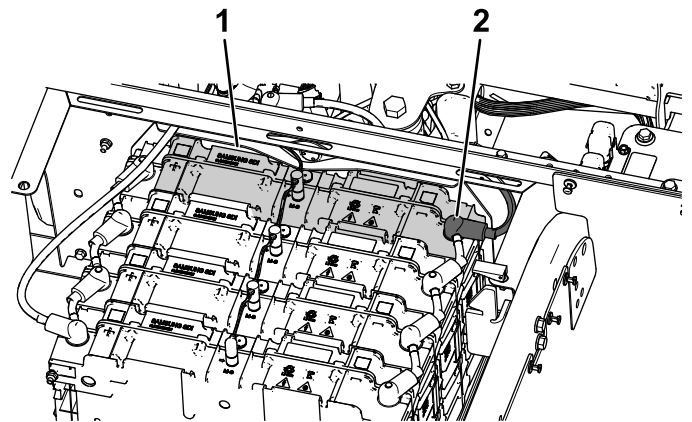

Figura 41
- Retire el protector del borne negativo (-) de la batería delantera (Figura 41).